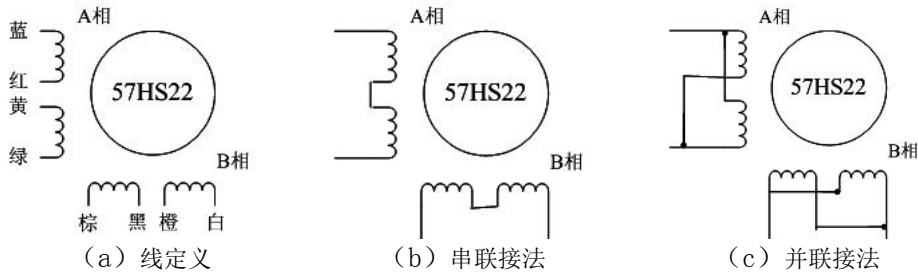

图 11. 57HS22 电机串并联接线示意图
- 2) 相是相对的, 但不同相的绕组不能接在驱动器同一相的端子上 (A+、A-为一相, B+、B-为另一相), 57HS22 电机引线定义、串、并联接法如下图 11 所示。